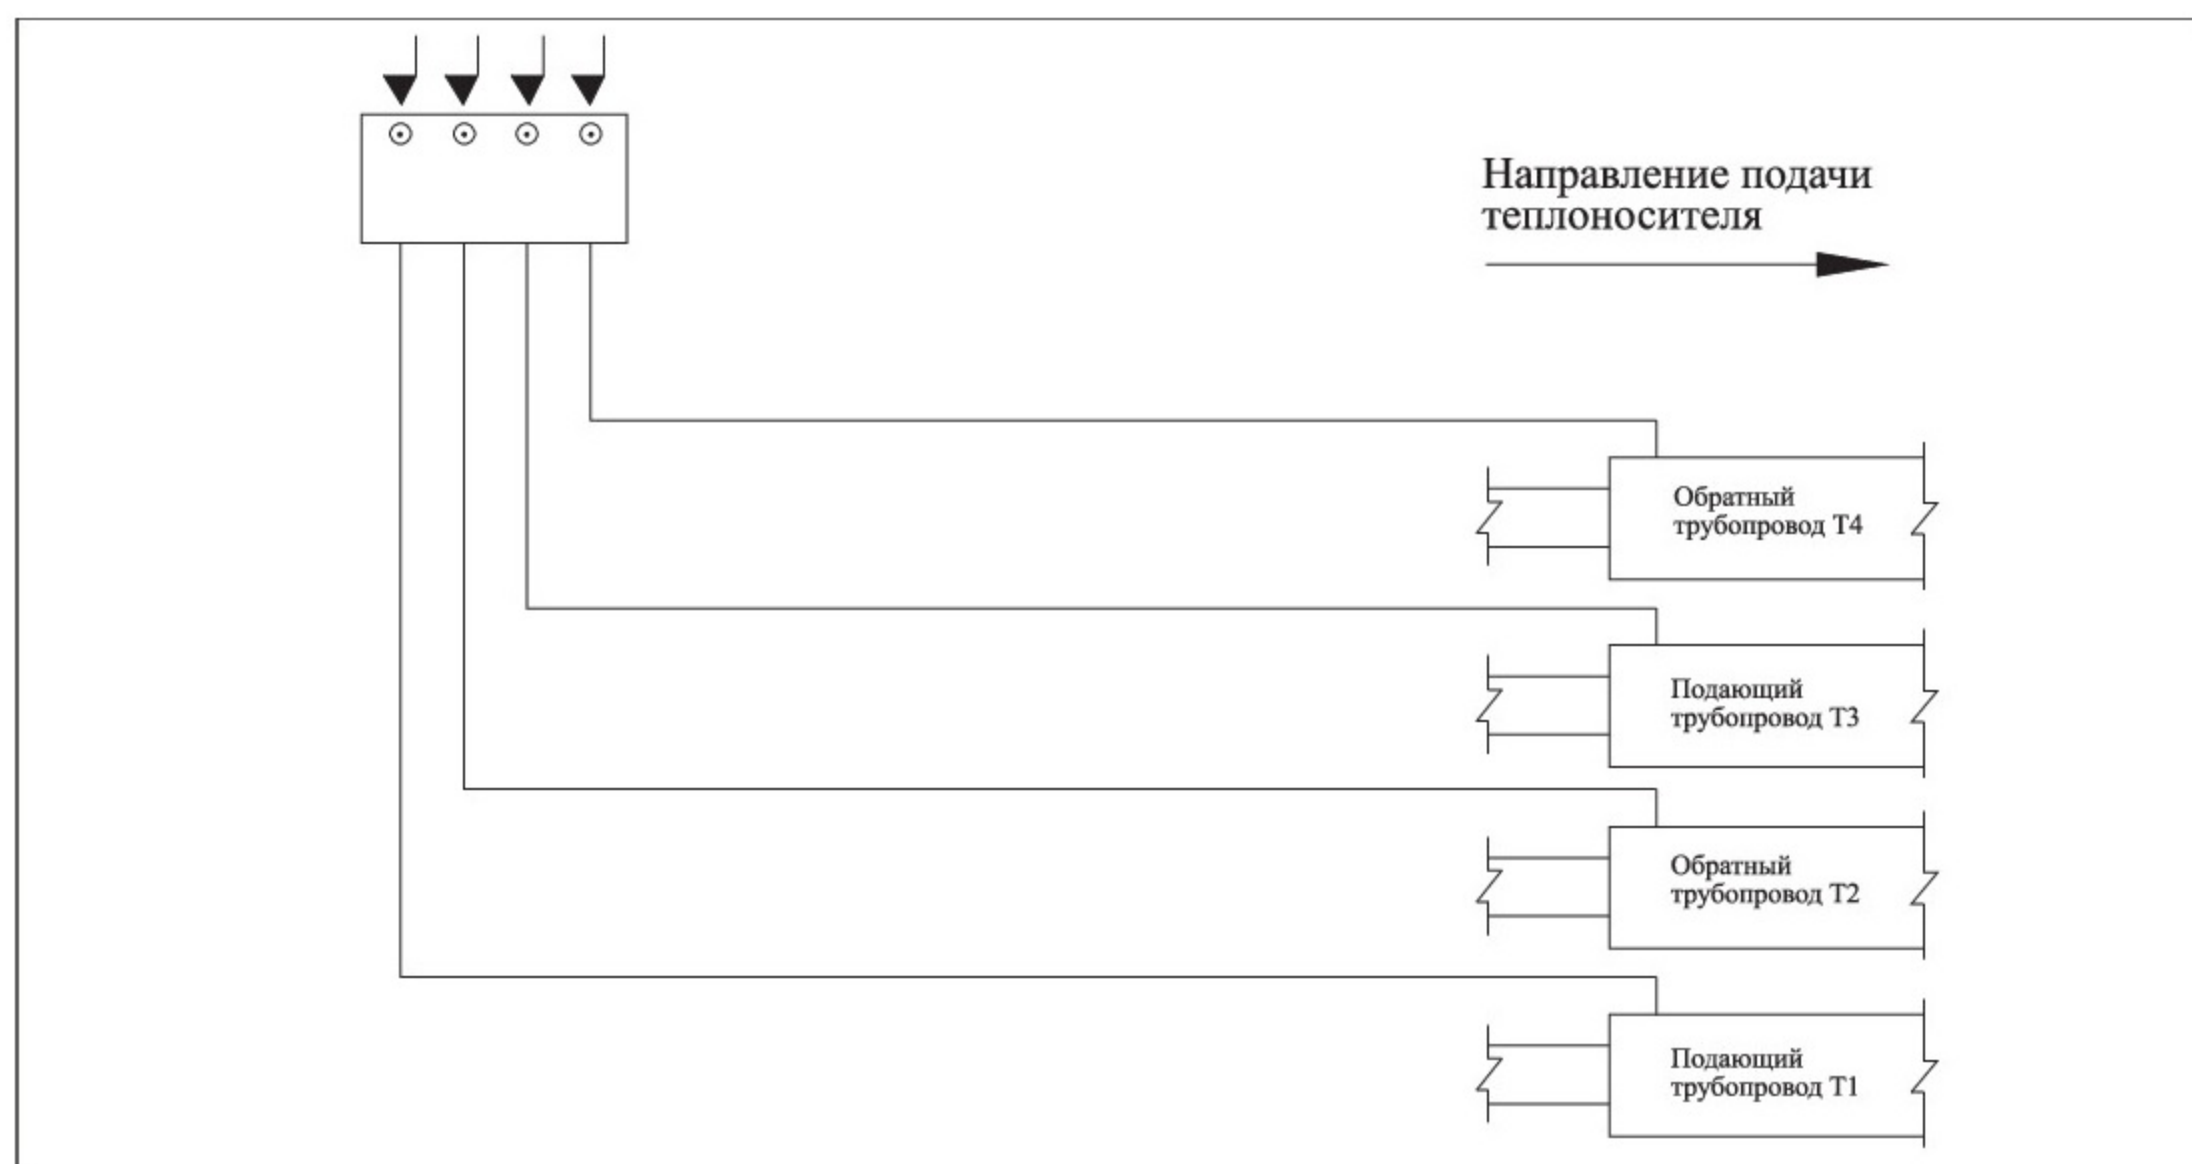
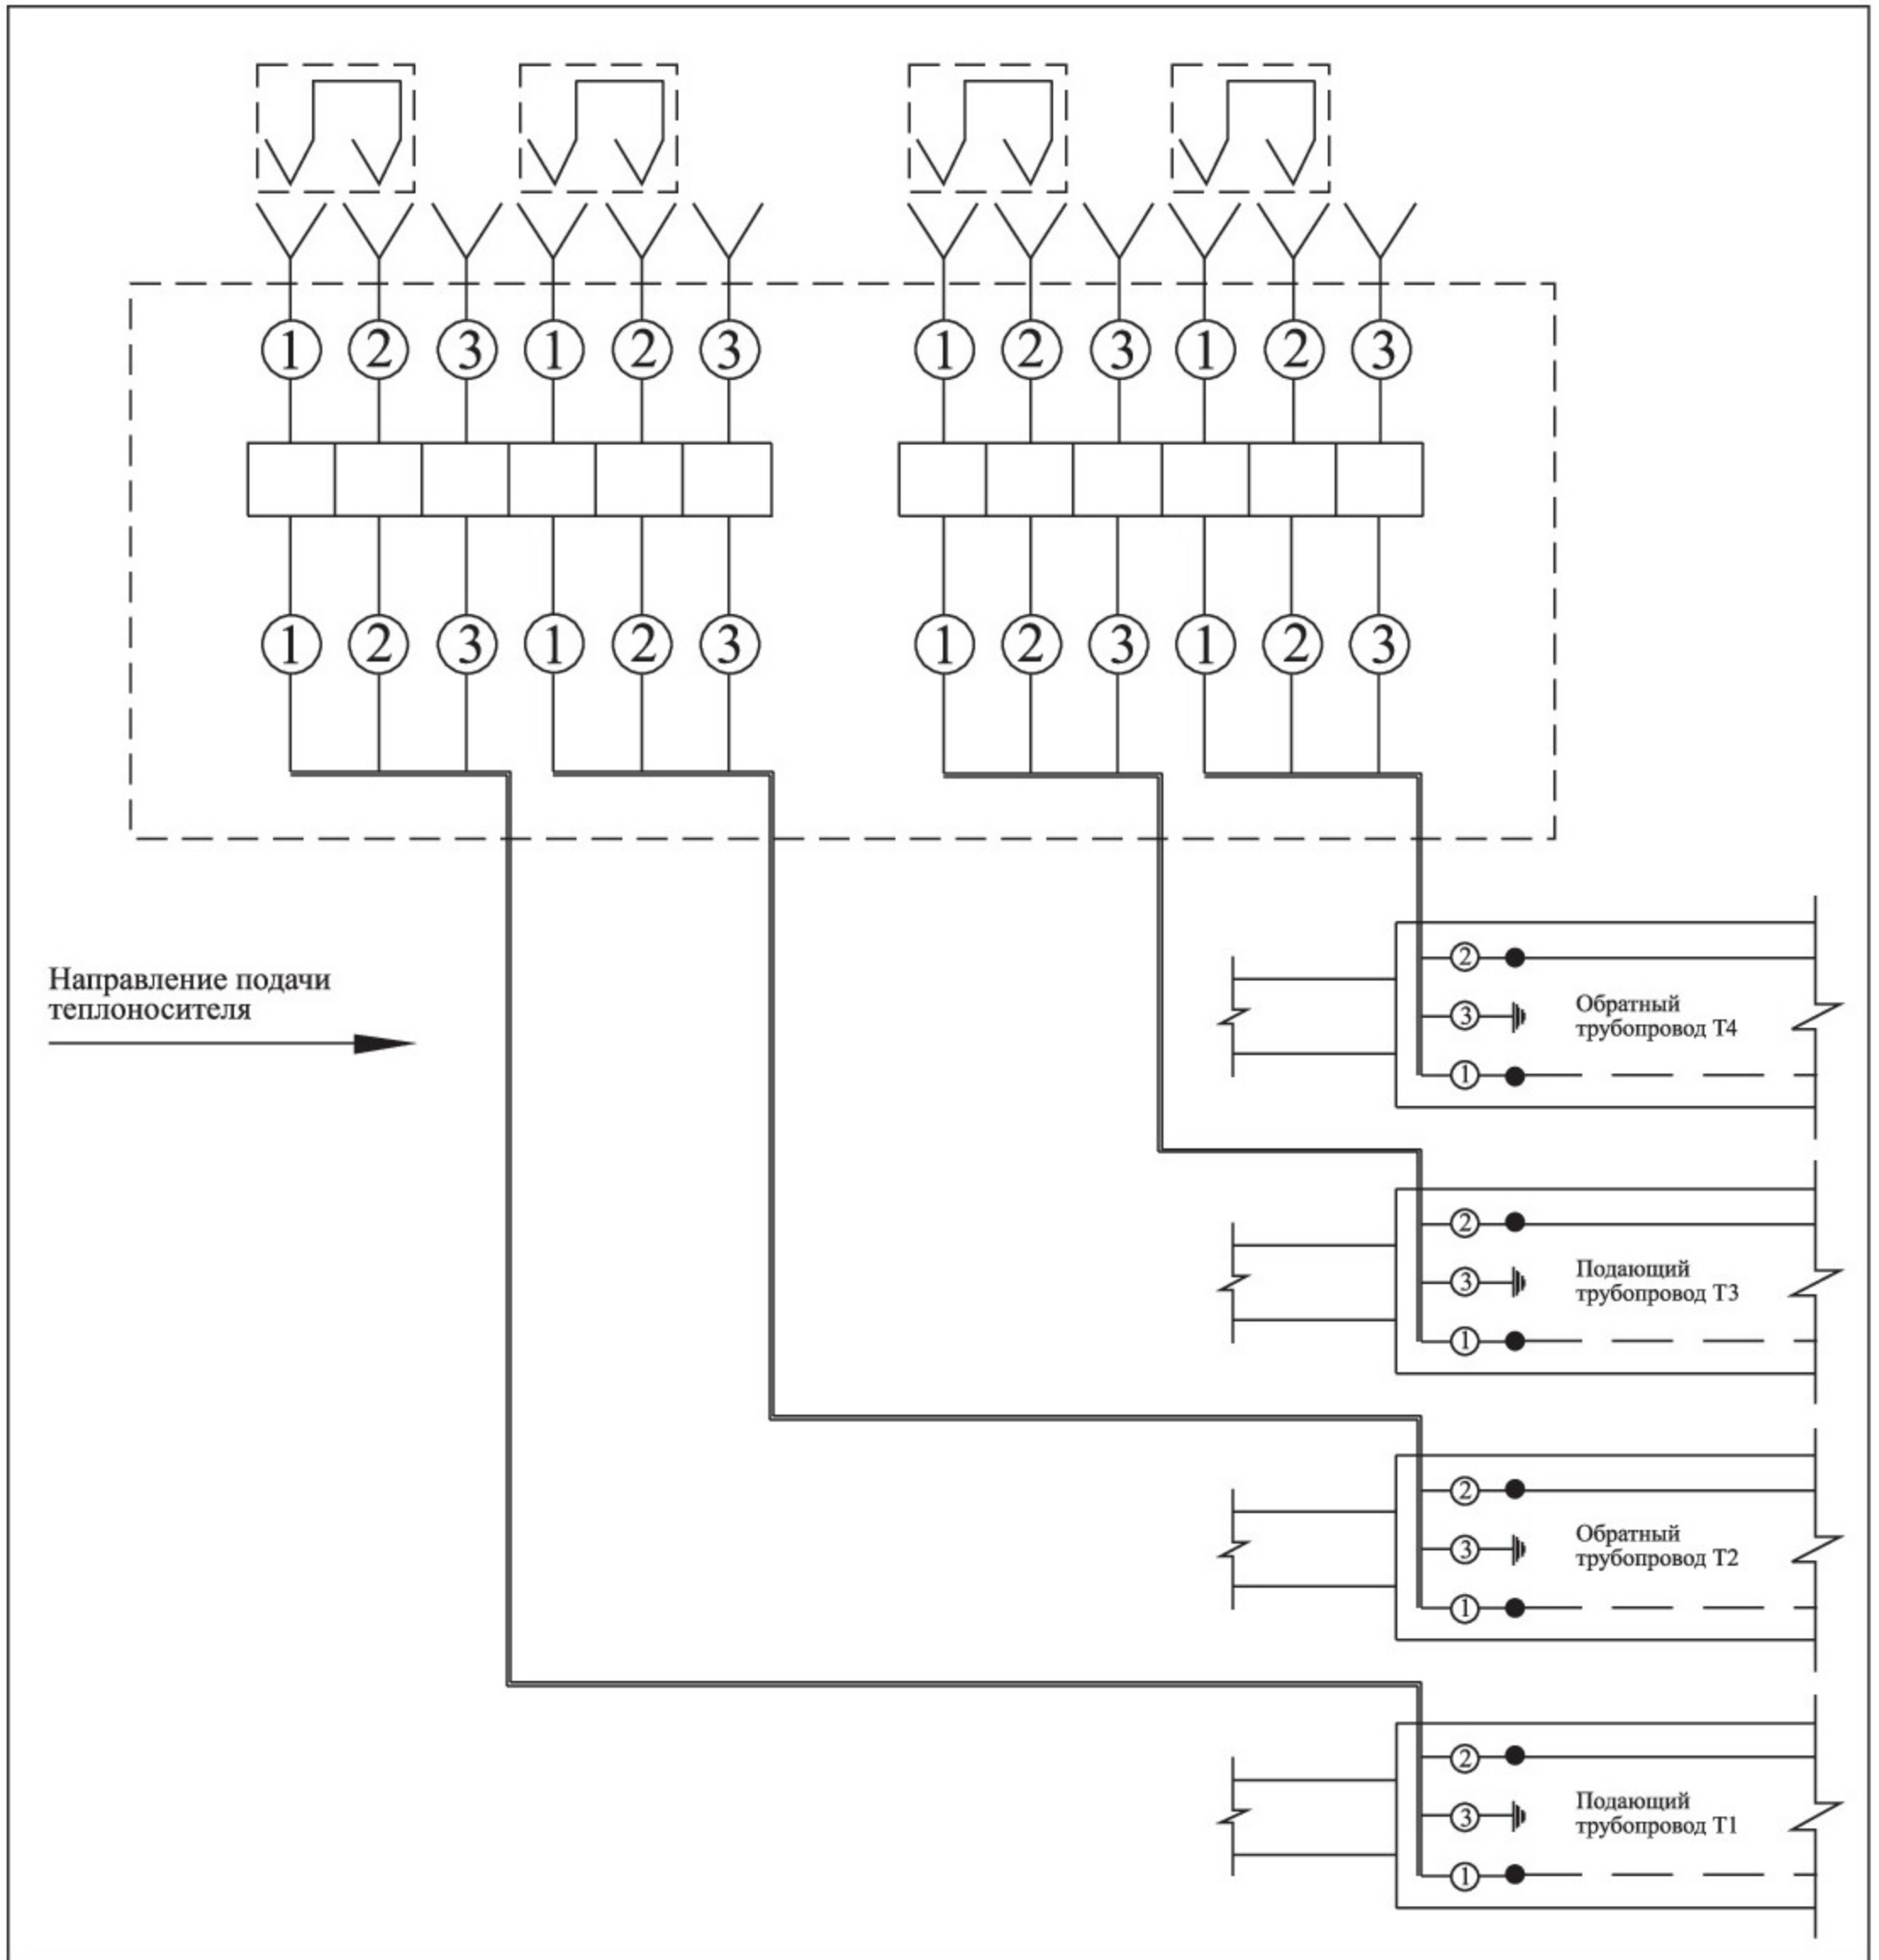

Рис. 2 Закольцовка одной четырехтрубной системы ОДК
Рис. 7 Закольцовка одной четырехтрубной системы ОДК
- 2.1. Закольцовка одной четырехтрубной системы ОДК - **Рис. 2, 7.**
на принципиальной схеме (Рис. 2–6)	на электрической схеме (Рис. 7–11)
Подключение терминала к системе оперативного дистанционного контроля производить в соответствии с монтажными схемами (**Рис. 2–6**) и электрическими схемами (**Рис. 7–11**).
Порядок соединения проводов указан на электрических схемах – **Рис. 7–11**.
6. Для закольцовки одной четырехтрубной системы ОДК монтаж проводников внутри терминала осуществлять по электрической схеме – **Рис. 7**.